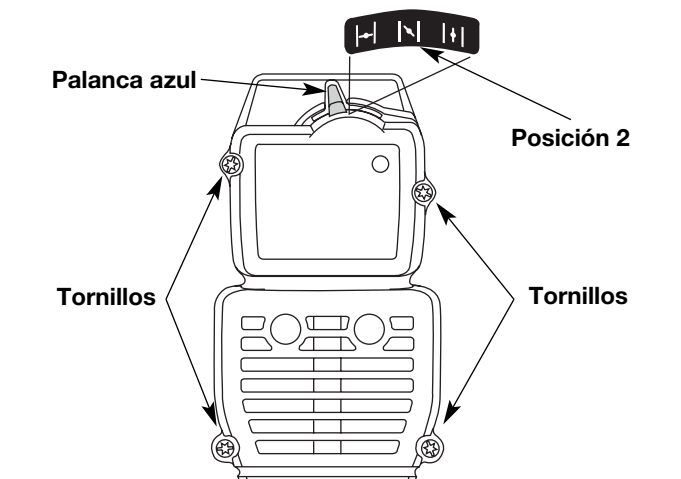

Fig. 23
NOTA: La palanca azul debe estar en Posición 2 (Fig. 23) para sacar la cubierta del silenciador / filtro de aire.
2. Saque los cuatro (4) tornillos que sostienen la cubierta del silenciador / filtro de aire (Fig. 23). Use un destornillador de broca Torx N° T20.
2. Inserte los cuatro (4) tornillos en los orificios de la cubierta del silenciador / filtro de aire (Fig. 23) y ajústelos. **No los ajuste demasiado.**